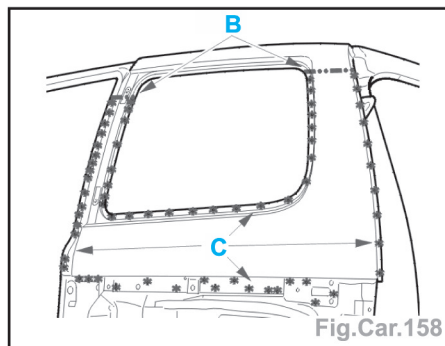

Fig.Car.158
- Tracer puis découper à l'aide d'une meule épaisseur 1 mm (coupe provisoire suivant B) (Fig.Car.158).